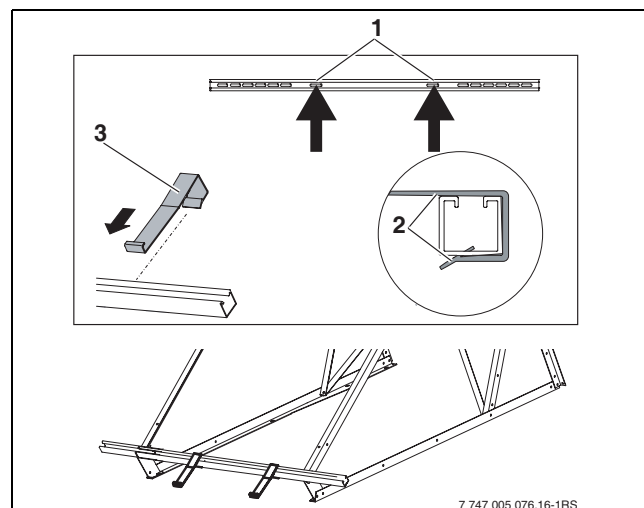

Fig. 16 Accrocher les dispositifs anti-glisement
- Glisser les dispositifs anti-glisement (fig. 16, [3]) dans les perforations longitudinales intérieures [1] par l'extérieur au-dessus du rail profilé jusqu'à ce qu'ils s'enclenchent [2].